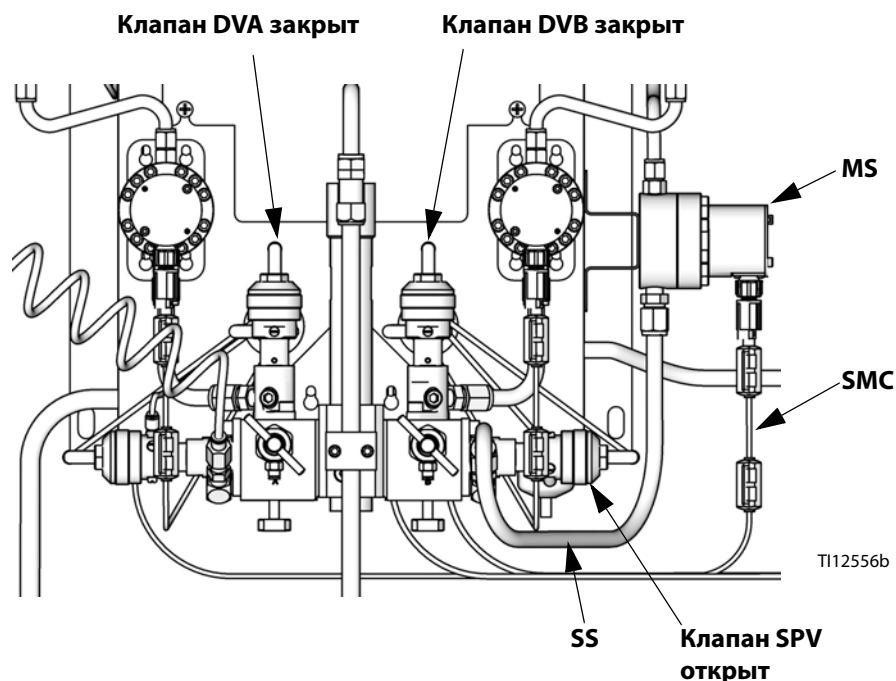

Рис. 121. Настройка проталкивания растворителем
1. См. Рис. 121. Установите расходомер растворителя (MS) в требуемый контур жидкостной станции в соответствии с указаниями в инструкции по установке системы ProMix.